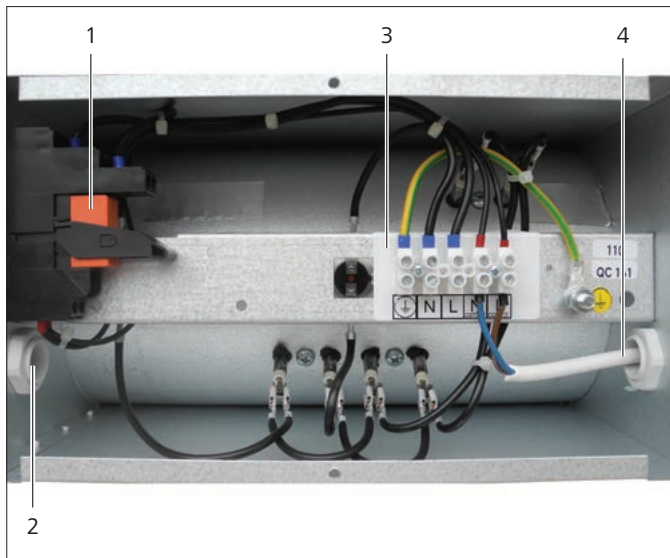

Fig. 15 Scatola comandi EHM
- ▶ Collegare il cavo per l'alimentazione elettrica nella scatola comandi dell'EHM ai morsetti L, N e terra. V. Fig.15.